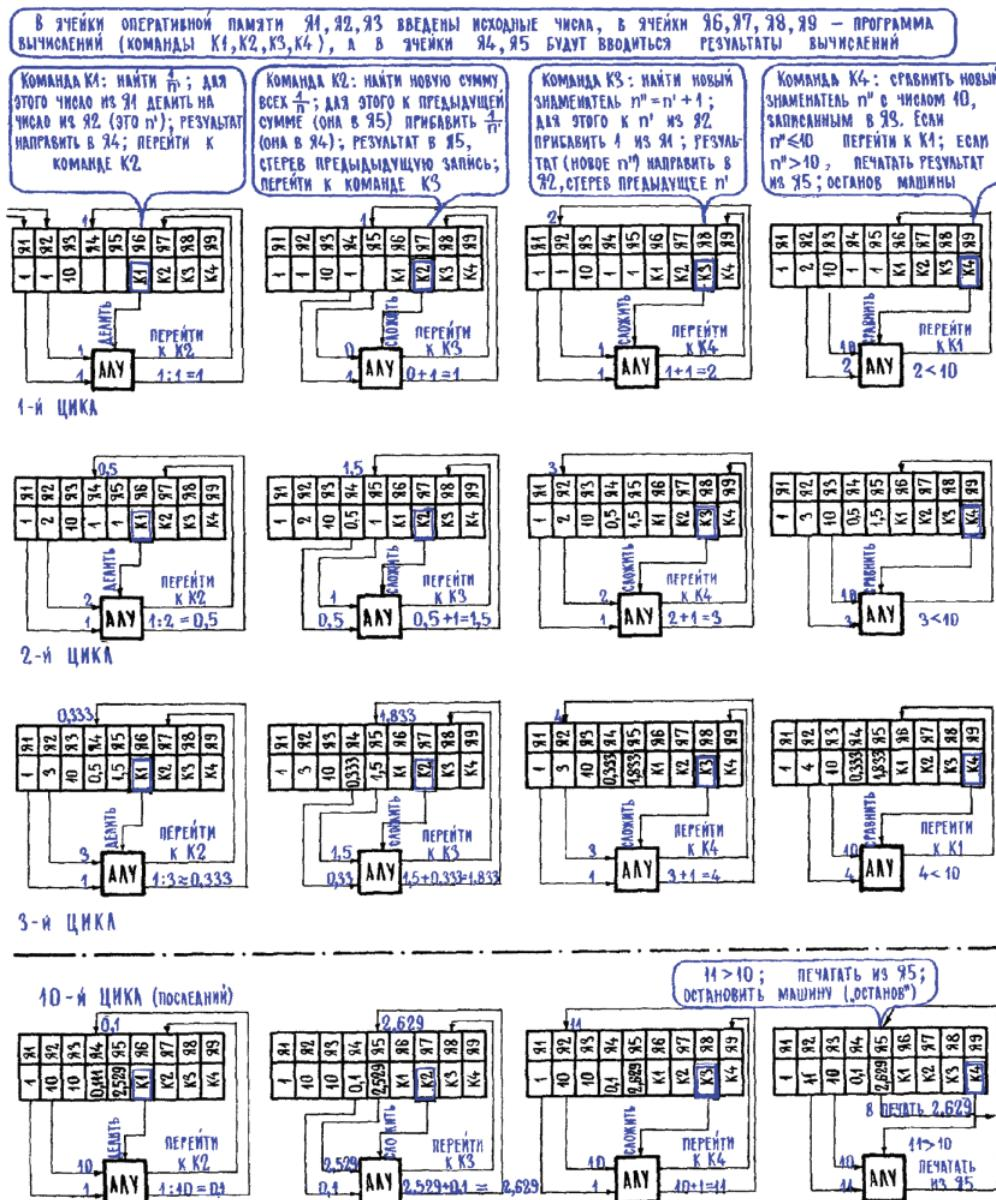

Рис. 16.9. Решение задачи суммирования ряда 1/n
9. Наряду с «железом» – самой схемой и конструкцией ЭВМ – математические и интеллектуальные способности компьютера определяют созданные для него программы. Давайте посмотрим, как может решаться на машине какая-нибудь простая задача, скажем вычисление суммы десяти чисел типа  $1/n$ , где  $n = 1, 2, 3, 4, \dots, 10$ , то есть суммы ряда  $1/1 + 1/2 + 1/3 + 1/4 + \dots + 1/10$ . Ход решения этой задачи на ЭВМ иллюстрирует рис. 16.9. На нем для простоты вместо двоичных чисел, которыми оперирует машина, показаны десятичные числа.
Теперь введем в машину команды, им отводятся последние четыре ячейки памяти – Я6, Я7, Я8, Я9. (Конечно же, в нашем примере все чрезвычайно упрощено, много важных подробностей опущено, все решение задачи показано очень схематично.) В ячейку Я1 вводим первую команду К1 – «Число из ячейки Я1 (то есть 1) разделить на число из ячейки Я2 (то есть на  $n$ ; пока у нас  $n = 1$ ; получаем первый член ряда:  $1/1$ ); результат направить в Я4; перейти к команде К2». Все эти указания извлекаются из Я6, где записана команда К1, и поступают в АЛУ – арифметико-логическое устройство, которое по указанным адресам извлекает из нужных ячеек числа и производит с ними заданные операции (на нашей схеме и это показано очень упрощенно). Кроме того, АЛУ посыпает результат в заданную ячейку и включает следующую команду, предписанную программой. В действительности всю эту работу выполняет процессор, главным образом его устройство управления. Но для простоты весь процессор представлен на рис. 16.9 его вычисляющим блоком АЛУ.
На рис. 16.9 показаны первые три цикла вычислений и самый последний цикл, когда знаменатель дроби, постепенно увеличиваясь, достигает 11. Как видите, порядок действий машины очень прост: выполняя деление, она находит очередной член ряда  $1/n$ , прибавляет его к сумме всех предыдущих членов ряда, затем находит новый знаменатель  $n + 1$ , потом опять находит новый член  $1/(n + 1)$ , опять прибавляет его к предыдущей сумме, опять вычисляет новый знаменатель  $(n + 1) + 1$  и т. д. И всякий раз машина проверяет, а не стало ли очередное  $n$  больше 10, дальше которого считать не велено.
Принцип построения нашей учебной программы (рис. 16.9) примерно тот же, какой был на заре программирования, – это программа, как ее называют, в машинных кодах. В ней указываются конкретные адреса, говорится, откуда взять число и куда направить, называются конкретные арифметические действия, которые нужно поочередно выполнять.